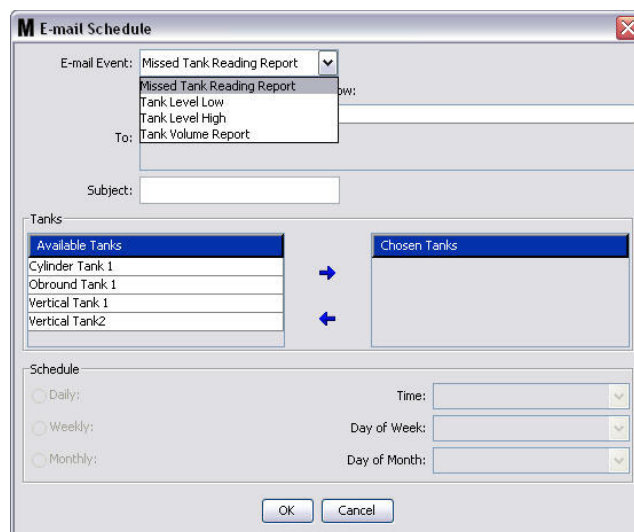

Рис. 141
1. Нажмите кнопку «New Schedule» [Создать расписание], чтобы появилось окно настройки «E-mail Schedule» [Планирование отправки электронной почты]» (Рис. 141).
2. Появится окно «E-mail Event» [Событие отправки электронного письма] (Рис. 141 на стр. 107). После внесения изменений нажмите кнопку «OK» [OK], чтобы закрыть окно и сохранить.